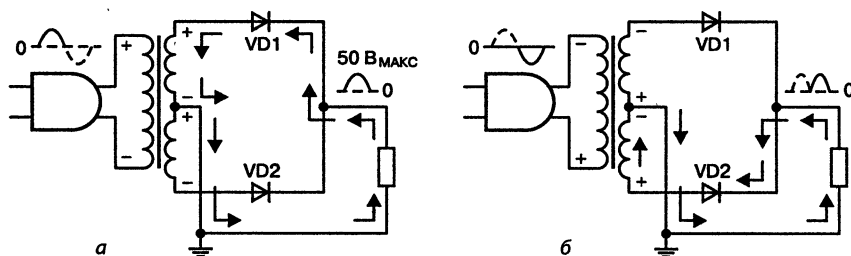

Рис. 3.4. Двухполупериодный выпрямитель: а — первый полупериод; б — второй полупериод
- ♦ с двумя диодами и выводом от средней точки вторичной обмотки трансформатора (рис. 3.4);
- ♦ диод VD1 пропускает положительный полупериод поступающего напряжения (рис. 3.4, а);
- ♦ диод VD2 пропускает отрицательный (рис. 3.4, б).